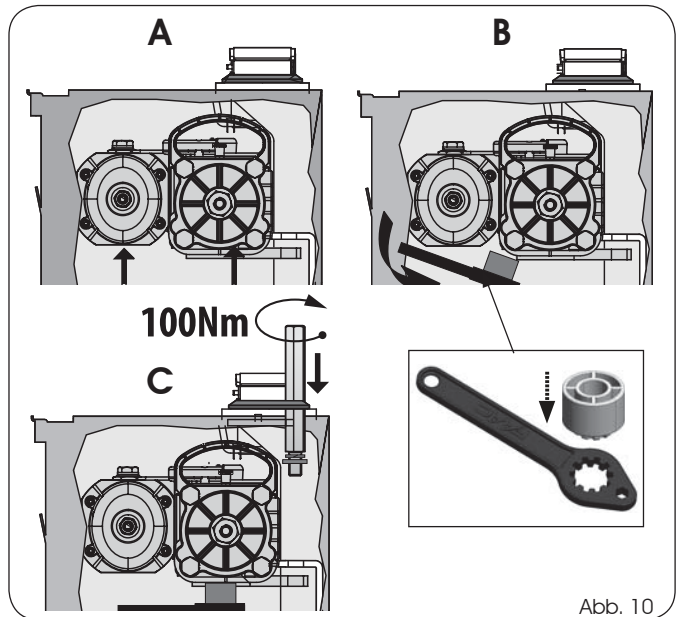

Abb. 10
- 10) Den Antrieb mithilfe der entsprechenden Griffe heben (Abb. 10, A) und das Ritzel in die Nutbuchse des Gehäuses einsetzen. Um das Verfahren zu erleichtern, den Antrieb leicht drehen, bis die Kupplung erfolgt.
- 11) Den mitgelieferten Schlüssel wie in Abb. 10, B gezeigt unter dem Antrieb positionieren, um den Motor abzustützen.
- 12) Die Befestigungsschrauben mit U-Scheibe wie in Abb. 10, C gezeigt einsetzen und anziehen, um den Antrieb am Gehäuse zu befestigen (siehe Abb. 11).